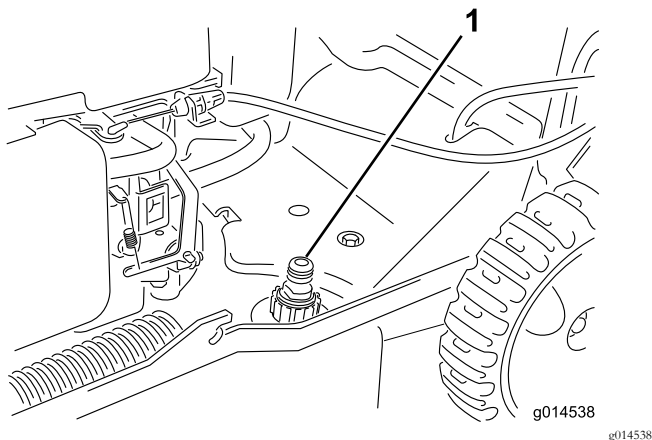

Figure 35
3. Branchez un tuyau d'arrosage, relié à une arrivée d'eau, au raccord de lavage (Figure 35).